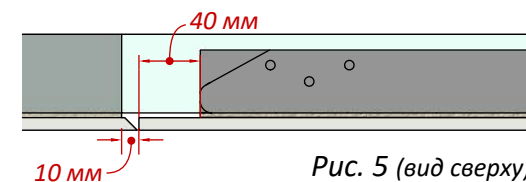

Рис. 5 (вид сверху)
- плитка на створке люка выступающая на 40 мм (Рис.5)
- плитка на стене выступающая на проём на 10 мм (Рис.5)